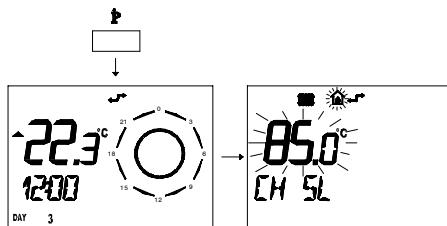

fig. 5.44
- 1 Premere per più di 3 secondi il pulsante per entrare in modalità *INFO*. (fig. 5.44)